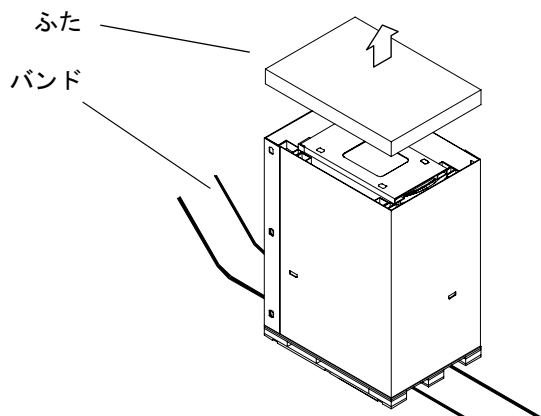

図 2-1 Sun Fire 6800 システムの開梱 — 手順 1
1. 出荷用梱包箱のバンドおよびふたを取り外します (図 2-1)。